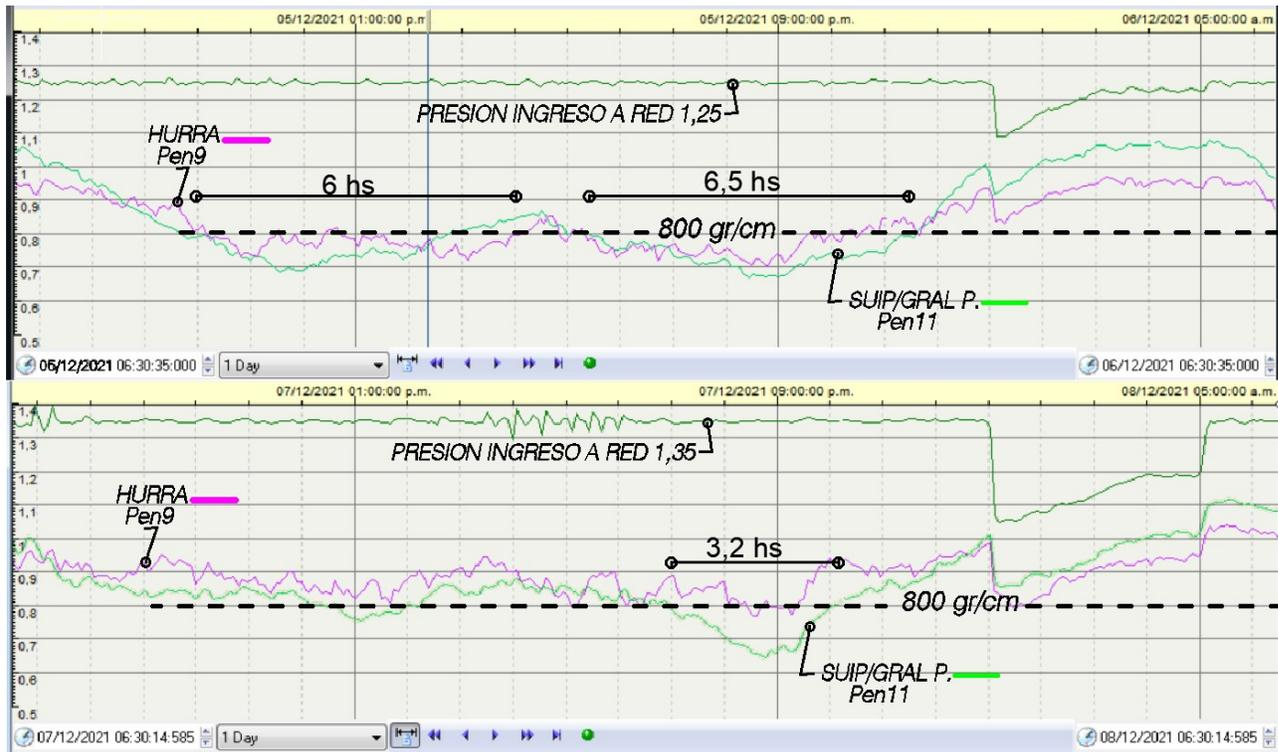

Ilustración 6: Presiones en 2 sectores de la red con 1,25 Y 1,35 kg/cm² n Ingreso a Red (B.T.)
La red no tiene problemas de presión, sólo al norte de calle Rafaela y al Oeste de Ruta 34 presenta valores levemente inferiores en parte del día. Como se observa en el gráfico un par de horas se encuentra entre 700/800 gramos (ilustración 6 gráfico inferior). Esta situación se debe a 3 motivos fundamentales:
- Regulación de presión en ingreso a red (en el propio tanque), que condiciona las mismas en toda la red. Provocamos una pérdida de carga para reducción en 200/400 gramos al ingreso de la red y con ello lograr un nivel de fuga menor. Esta situación (ilustración 6 Gráfico superior) para lograr la mínima presión de ingreso que asegura 800 gr/cm² mínimo en red.
Subir la presión durante la tarde a 1.35 kg/cm². Hecho, ver ilustración 6